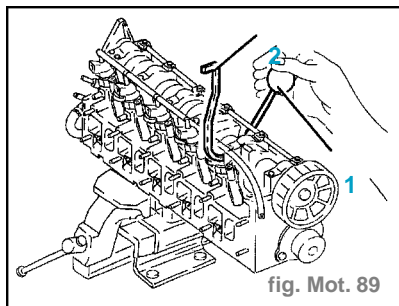

fig. Mot. 89
- Reposer la poulie dentée (2).
- Abaisser le culbuteur examiné en utilisant l'outil (1) **1.820.262.000**. (fig.Mot.89)